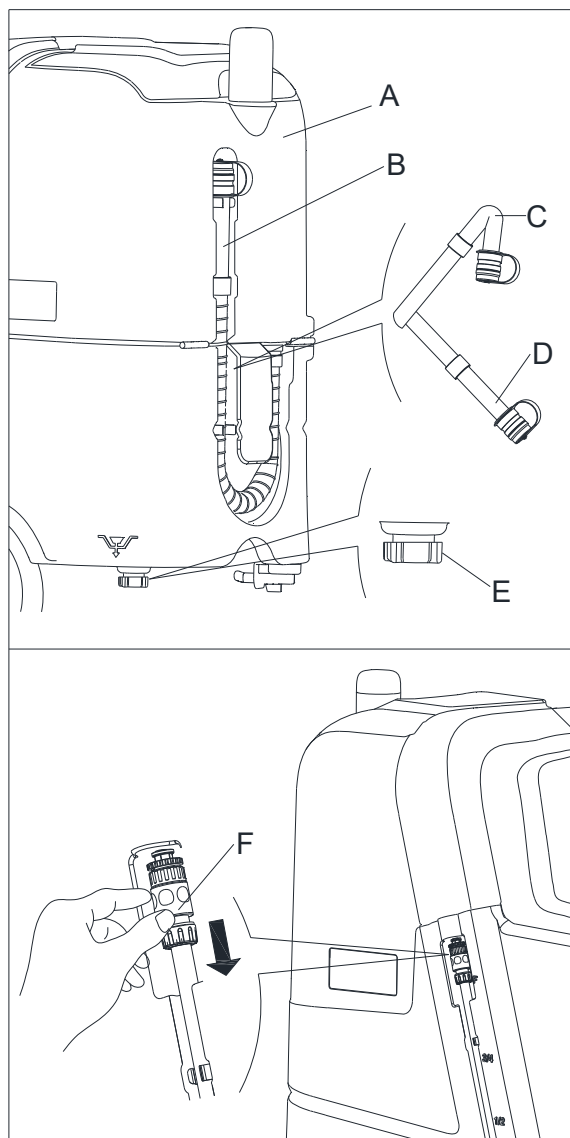

Figura 9
Quando la spia di segnalazione LCD rossa (35, Figura 2) si accende indica che il serbatoio di recupero (A, Figura 9) è pieno, il motore di aspirazione smette di funzionare per asciugare il pavimento, si prega di svuotare il serbatoio di recupero come segue:
3. Svuotare il serbatoio di recupero usando il tubo di scarico (B, Figura 9), quindi pulire il serbatoio di recupero.
Quando si svuota l'acqua di raccolta, il tubo di scarico deve essere piegato (C, Figura 9) e puntato verso il basso (D, Figura 9) prima di togliere il tappo del tubo di scarico. Non puntare l'uscita del tubo di scarico verso l'alto per scaricare l'acqua verticalmente per evitare che l'acqua di scarico si riversi sull'operatore.
2. svuotare il serbatoio della soluzione mediante il tappo dell'uscita (E, Figura 9). Quindi, sciacquare il serbatoio con acqua pulita.
L'acqua può anche essere scaricata scollegando il collegamento di scarico (F, Figura 9).